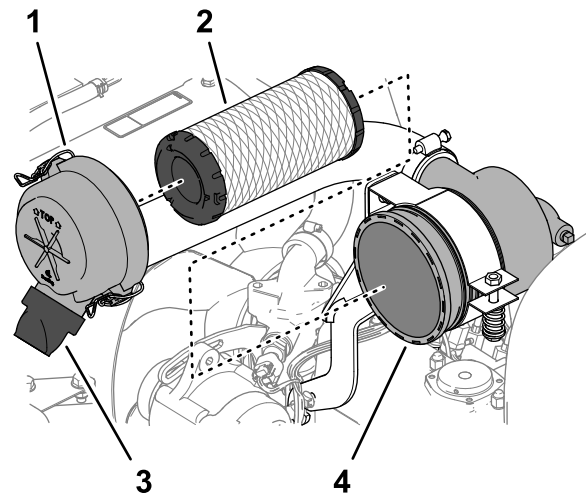

Bild 75
3. Lösen Sie die Laschen, mit denen die Abdeckung am Luftfiltergehäuse befestigt ist (Bild 75).
6. Nehmen Sie den Filtereinsatz heraus (Bild 75).
7. Entfernen Sie das Gummiablassventil (Bild 75) vom Schmutzauswurfanschluss der Luftfilterabdeckung.